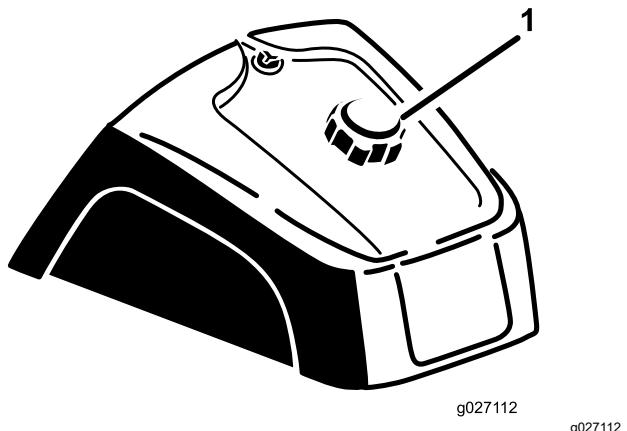

Figure 15
1. Nettoyez la surface autour du bouchon du réservoir de carburant (Figure 15).